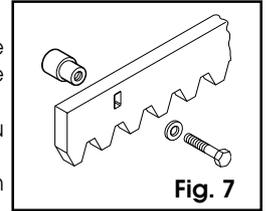

Fig. 7
- 1) Préparer la crémaillère (fournie sur demande), avec les vis TH 8 x 25 et les entretoises à souder fournies comme indiqué fig.7.